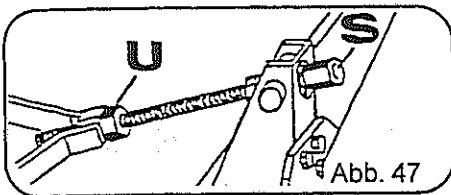

Abb. 47
- Kontermutter (Abb. 47, Pos. U) wieder fest anziehen.